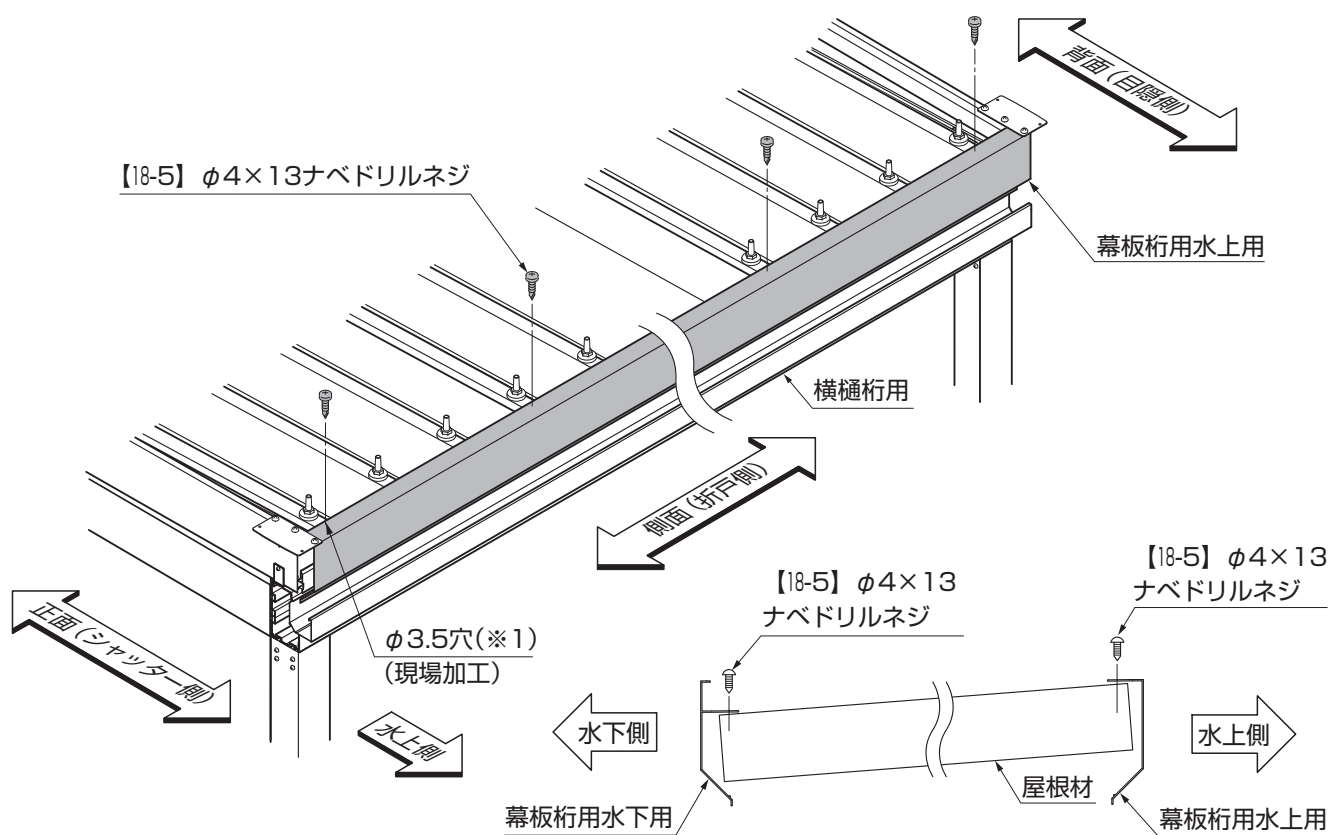

図17-4 幕板桁用の取付け
- 幕板桁用水上用・幕板桁用水下用の取付け位置を確認してください。（図17-4参照）
- 幕板桁用水上用と幕板桁用水下用で取付高さが異なります。（図17-4参照）
- ⑤折板の山に合わせて、幕板桁用と折板屋根材にφ3.5（※1）の穴加工をして貫通させてください。
- ⑥幕板と折板を【18-5】で取付けてください。